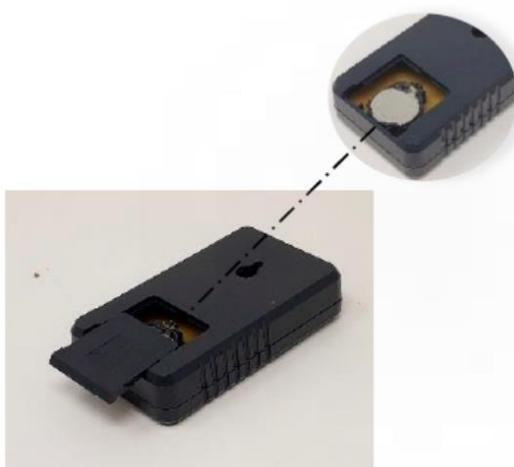

Рис. 6-1
1. Снимите крышку аккумулятора на задней части пульта управления, как показано на Рис. 6-1.
2. Установите аккумулятор (включен в поставку) CR2032 «+» наверх (Рис. 6-1).